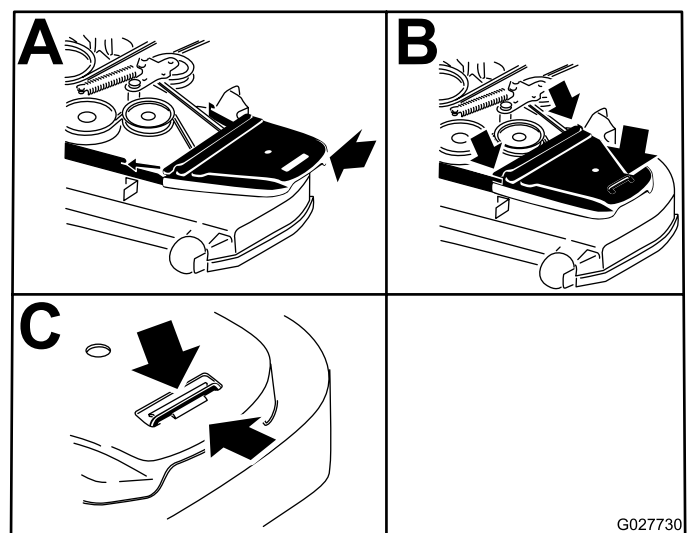

Figure 103
11. Posez les protège-courroies (Figure 103).